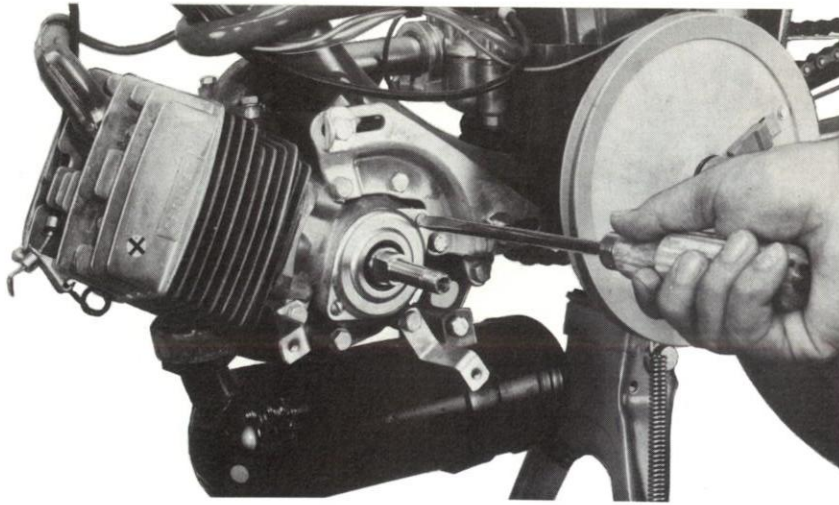

Figure 18
- Dévisser les deux vis de fixation de la plaque d'arrêt du joint (figure 18).